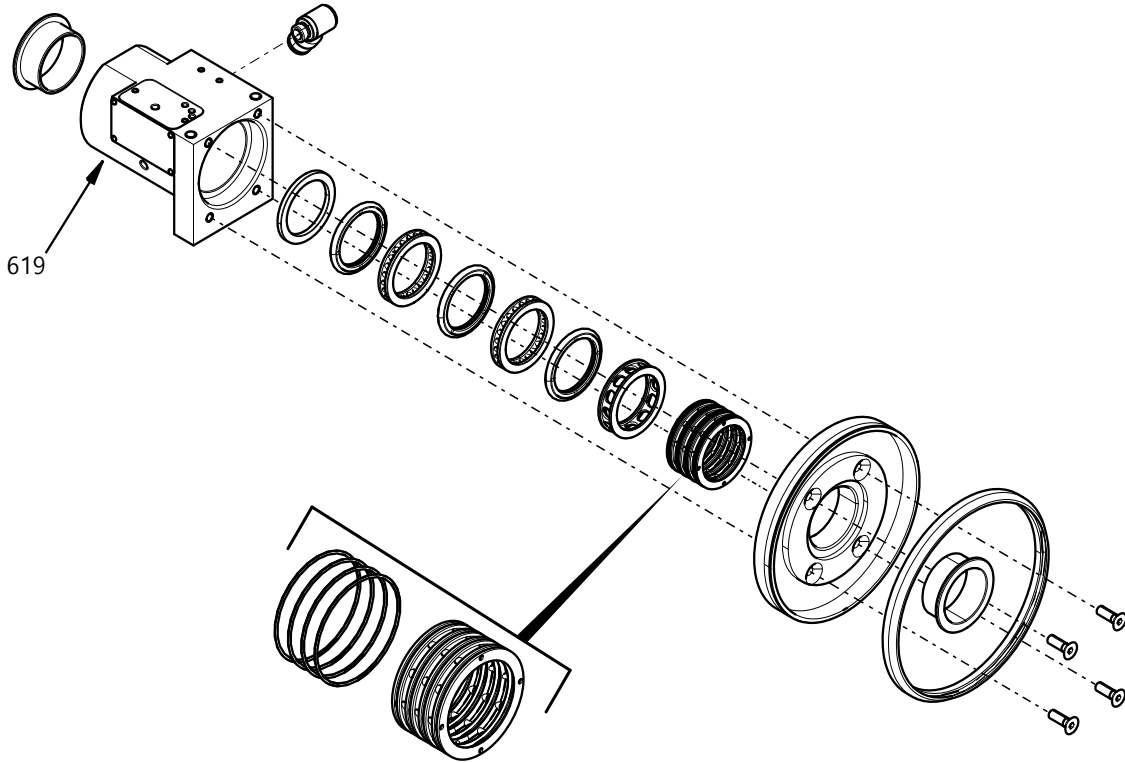

FIG. 19
- 이제 모든 내부 부품과 실을 스위블 하우징(619)에서 분리할 수 있습니다. 스위블 챔버를 분해하면 모든 내부 개스킷과 실을 교체해야 합니다. FIG. 19를 참조하십시오.